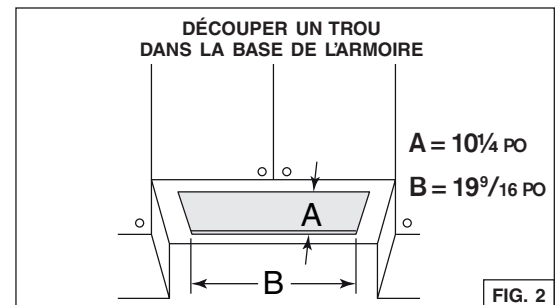

FIG. 2
1. Découper un trou dans la base de l'armoire aux dimensions indiquées (Fig. 2), ou utiliser le revêtement d'armoire comme gabarit.